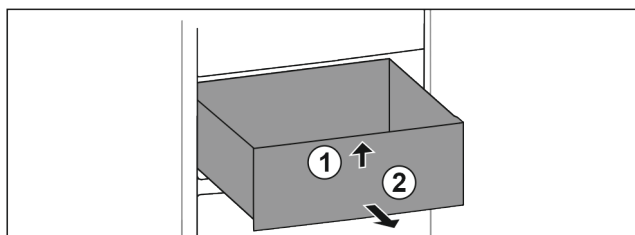

Fig. 73
- Lade aan de voorkant optillen. Fig. 73 (1)
- Lade naar voren toe verwijderen. Fig. 73 (2)